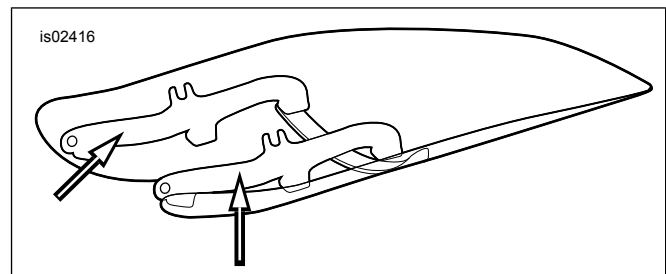

Abbildung 1. Windschutzscheiben-Befestigungshalterungen
1. Siehe Abbildung 1 >. Die Windschild-Unterbaugruppe mit der Vorderseite nach unten auf eine saubere, weiche Unterlage legen, wobei die Befestigungshalterungen nach oben zeigen müssen.